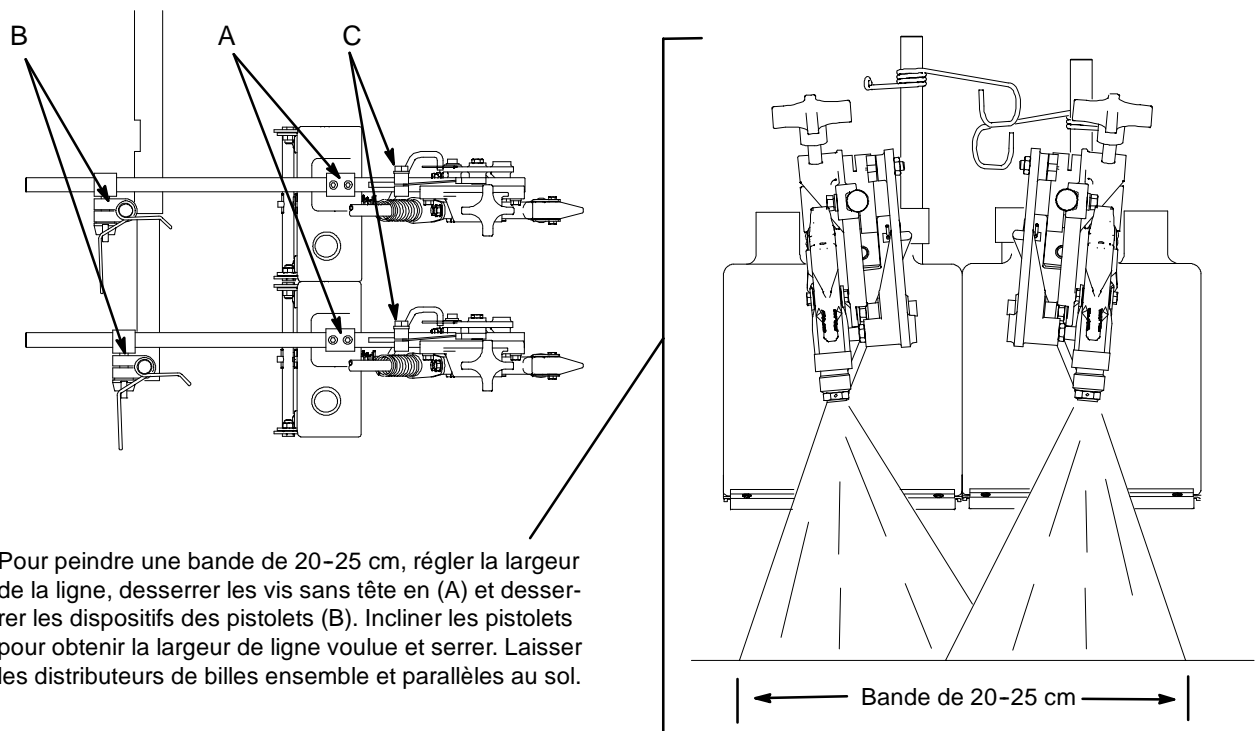

Fig. 4
Fig. 4. Les distributeurs de billes (A) sont montés en arrière des pistolets de peinture. S'ils ne sont pas bien réglés, il est possible qu'il manque une petite longueur à la fin de chaque ligne peinte. Bien positionner le dispositif de réglage du câble (C) pour que le pistolet soit actionné quand le déclencheur monté sur le guidon est à mi-parcours. Régler les distributeurs de billes (A) de manière que les billes s'écoulent immédiatement lorsque le déclencheur sera tiré. La commande sera ainsi indépendante de sorte que le débit de billes pourra se poursuivre après l'arrêt de la peinture.
2 pistolets et 2 distributeurs de billes sont nécessaires. (Voir Fig. 4 concernant l'orientation des pistolets pour une bande de 20-30 cm.)